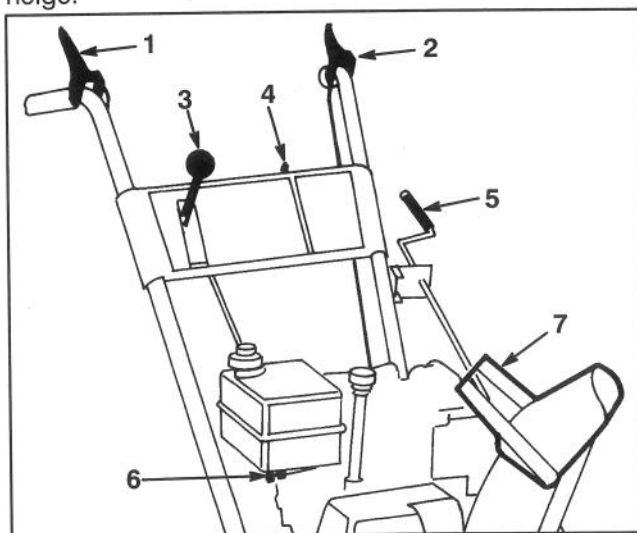
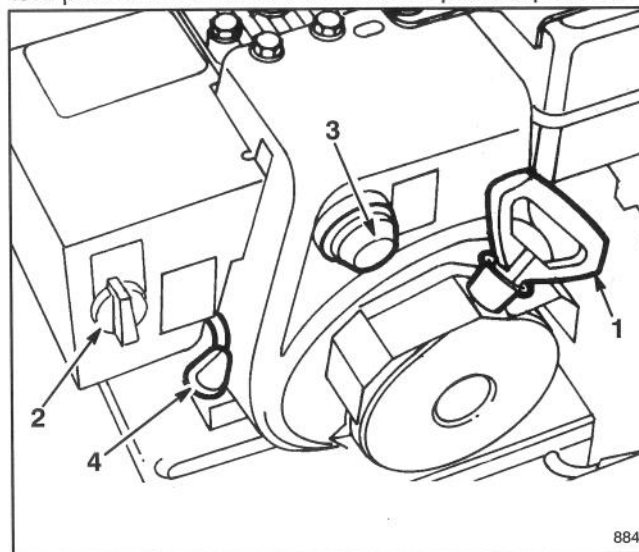
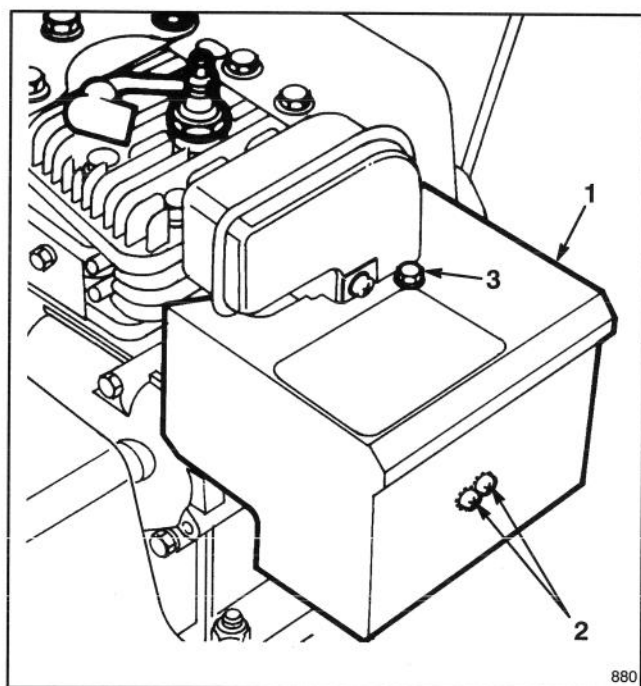

Figure 14
Figure 15
Figure 16
Commande de tarière (Fig. 14) – Cette commande a deux positions: EMBRAYÉE (Engage) et DÉBRAYÉE (Disengage). Pour embrayer la tarière et le rotor, comprimez le levier contre la poignée du mancheron droit. Pour les débrayer, relâchez le levier.
Commande de traction (Fig. 14) – Pour engager le système de traction (embrayage des roues), le levier doit être pressé contre la poignée de gauche. Pour arrêter la traction, relâchez le levier.
Sélecteur de vitesse (Fig. 14) – Cette commande a quatre positions: marche arrière, 1, 2 et 3 (trois vitesses avant). Pour changer de vitesse, placez le levier à la position désirée. Le levier s'enclenchera dans un cran à chacune des vitesses choisies. Utilisez les positions 1, 2 et 3 selon les conditions de la neige.
Clé d'allumage (Fig. 14) – La clé d'allumage a deux positions: MARCHE (on) et ARRÊT (off). Mettez la clé en position MARCHE (on) avant de mettre le moteur en marche à l'aide du démarreur à rappel. Pour arrêter le moteur, mettez la clé en position ARRÊT (off).
Commande des gaz (Fig. 15) – En tirant la manette vers le haut, vous augmenterez le régime du moteur.
Étrangleur (Fig. 15) – Pour mettre en marche un moteur froid, faites tourner l'étrangleur en position "PLEIN étrangleur." Au fur et à mesure que le moteur se réchauffe ramenez petit à petit la manette en position ARRÊT.
Amorceur (Fig. 15) – Appuyez sur l'amorceur qui projette une petite quantité d'essence dans le moteur pour faciliter la mise en marche par temps froid.
Robiniet d'arrêt d'essence (Fig. 14) – Ce robinet se trouve sous le réservoir d'essence. Fermez le robinet pour arrêter l'arrivée d'essence au carburateur et rouvrez-le pour rétablir l'alimentation. Fermez le robinet quand la déneigeuse ne sert pas.
Commande d'éjecteur (Fig. 14) – Tournez la manivelle de commande de l'éjecteur à droite pour orienter l'éjecteur vers la gauche et tournez la manivelle vers la gauche pour orienter l'éjecteur vers la droite.
Démarreur à rappel (Fig. 15) – Le démarreur à rappel se trouve à l'arrière du moteur. Il suffit de le tirer pour mettre le moteur en marche.
Manette du déviateur (Fig. 14) – La manette du déviateur se trouve sur le dessus de l'éjecteur et sert à régler la hauteur du jet de neige.
Remarque: pour mettre le moteur en marche à 4°C (40°F) ou à des températures plus élevées, enlevez la boîte de chauffage du carburateur (Fig. 16). Il faut toutefois remettre la boîte de chauffage à des températures inférieures à 4°C (40°F). Pour enlever la boîte de chauffage du carburateur, procédez comme suit:
- A. Retirez les (2) vis Phillips et la vis hexagonale maintenant le boîtier de chauffage en place (Fig. 16). Tirez sur le bouton de l'étrangleur pour l'enlever de la tige (Fig. 15).
1. Mettez la commande des gaz en position RAPIDE (fast) (Fig. 15).
2. Ouvrez le robinet d'arrêt d'essence sous le réservoir d'essence (Fig. 14).
3. Faites tourner l'étrangleur en position "PLEIN étrangleur" (Fig. 15).
4. Tournez la clé d'allumage en position de MARCHÉ (Fig. 14).
6. Saisissez la poignée du démarreur à rappel (Fig. 15) et tirez-la lentement jusqu'à ce que vous sentiez une prise ferme. Tirez alors vigoureusement pour mettre le moteur en marche. Retenez fermement la poignée du démarreur et laissez-la revenir lentement.
7. Une fois le moteur en marche, tournez immédiatement la manette d'étrangleur (Fig. 15) aux 3/4 de sa course. Au fur et à mesure que le moteur se réchauffe, tournez la manette à moitié de sa course, puis en position ARRÊT. Si le moteur hésite, ramenez l'étrangleur à la moitié de sa course. Quand le moteur est suffisamment réchauffé, tournez la manette en position ARRÊT.
1. Mettez la commande de traction et la commande de tarière (Fig. 14) en position débrayée.
2. Ramenez la manette des gaz (Fig. 15) en position lente (slow) et tournez la clé d'allumage en position d'ARRÊT (Off) (Fig. 14).